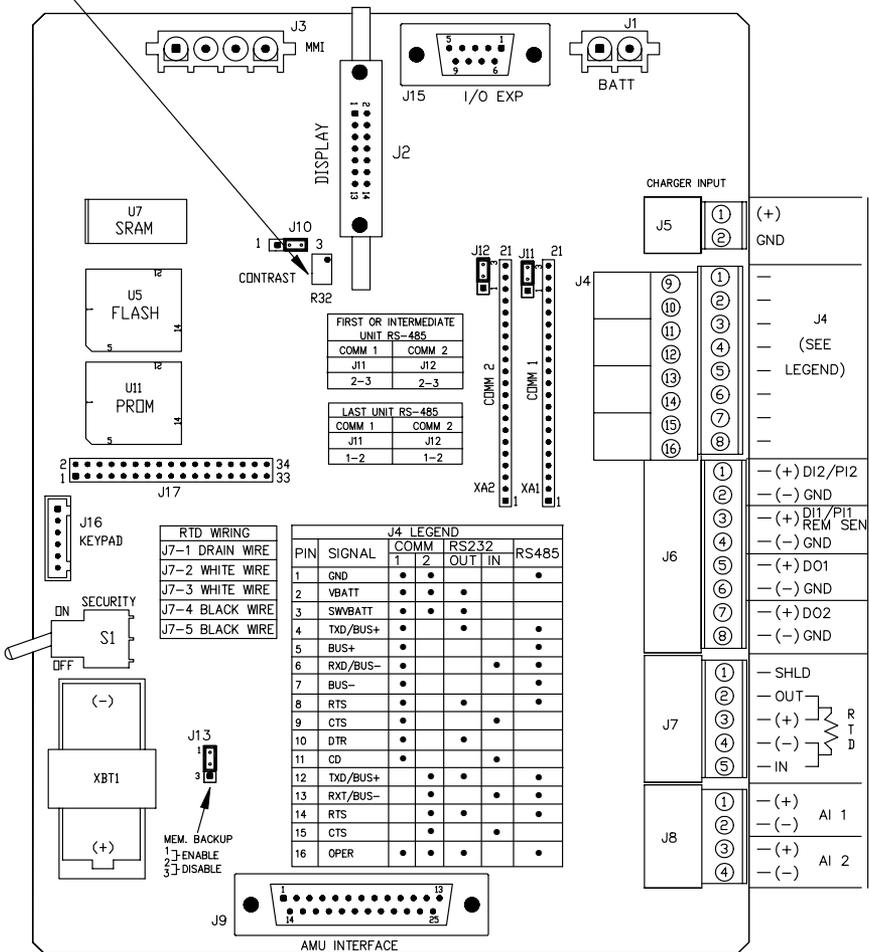

Figura 5 (Distribución del XFC)
7. Instale el RTD y conecte los cables al terminal J7 en la tarjeta XFC. La tarjeta XRC no tiene entradas para RTD. (Ver la Figura 5)
5. Conectar la sonda RTD al conector RTD del XFC de la siguiente manera: Antes de hacer las conexiones en el terminale, quitar los terminales de horquilla (si los hay) y recortar el extremo de los cables ¼ pulg. (0,635 cm). Remover el terminales J7 de la tarjeta electrónica principal del XFC (Ver la Figura 5)
8. El cable de alimentación del panel solar se conecta al terminal J5 del XFC o J17 del XRC; son los terminales de entrada del cargador. Consulte en la figura 5 ó 6 la ubicación de los terminales. Quitar uno de los tapones de los agujeros e instalar el conector del cable. Quitar la tuerca, el anillo de sellamiento y la arandela de goma del conector del cable. Deslizar la tuerca, el anillo de sellamiento y la arandela por el cable e insertar el cable a través del cuerpo del conector. Deje suficiente cable de alimentación dentro de la unidad para que pueda ser conectado a los terminales de entrada +/- . Fije el panel solar con la arandela, el anillo de sellamiento y la tuerca.